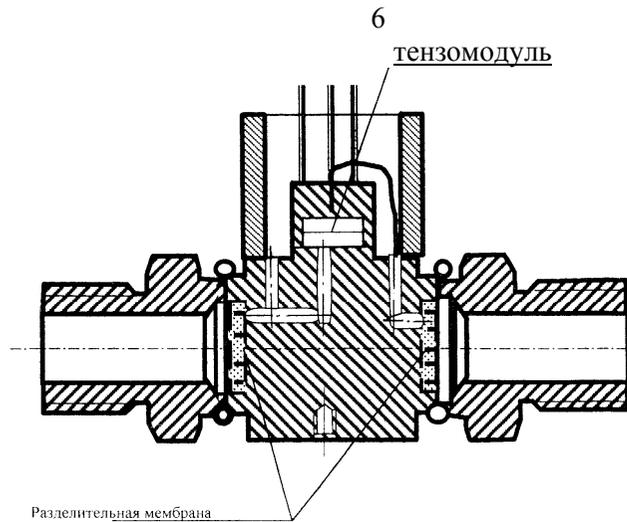

Рисунок 1 - Устройство измерительного модуля
4.3 Первичным измерительным преобразователем является пьезорезистивный кремниевый тензомодуль (пластина монокристаллического кремния с диффундированными тензорезисторами, соединёнными по мостовой схеме), действующий в качестве пружинной мембраны, которая разделяет плюсовую и минусовую камеры. Измерительные камеры отделены от среды измерения разделительной мембраной и заполненный специальной жидкостью. Конструкция тензомодуля гарантирует устойчивость измерительного преобразователя от ударных воздействий измеряемым давлением и от перегрузки по давлению (см. рисунок 1).